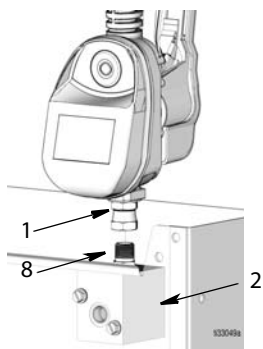

Рис. 20
- Отсоедините фитинг (1) от патрубка (8) в коллекторе (2), как показано на Рис. 20.